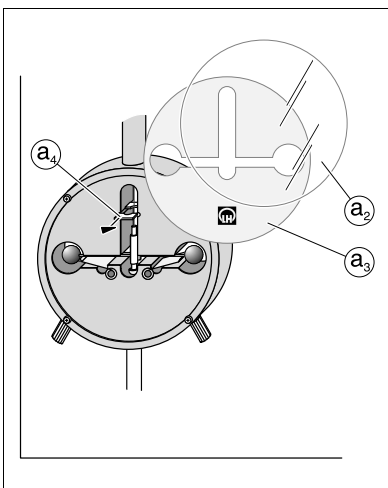

Fig. 8.2
- Enlever la vis (a₁); desserrer ensuite les autres vis servant à fixer la plaque en verre jusqu'à ce que l'on puisse retirer cette plaque (Fig. 8.2).
- Retirar el tornillo (a₁); luego aflojar los tornillos que fijan la placa de vidrio, hasta que ésta se pueda retirar (Fig. 8.2).